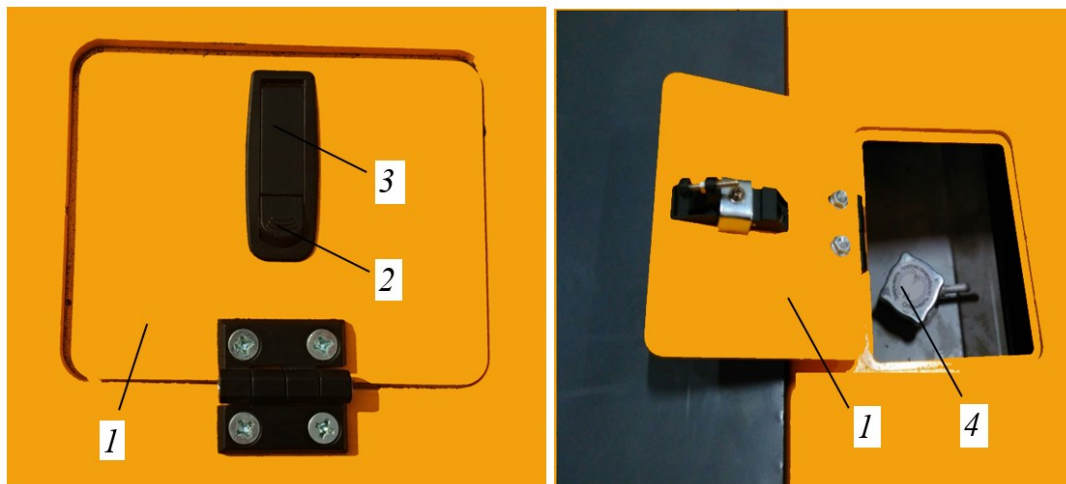

Рисунок 5.45. Лючок в лобовине рамы
- ▶ Открыть крышку лючка в лобовине рамы см. рис. 5.45.
Для открытия лючка необходимо нажать на фиксатор замка 2, поднять вверх до упора замок крышки лючка 3, открыть крышку лючка 1, как показано на рис. 5.45 справа.
- ▶ Осторожно приоткрыть крышку наливной горловины 4, рис. 5.45, повернув ее против направления часовой стрелки.
- ▶ Открыть крышку наливной горловины 4, рис. 5.45.